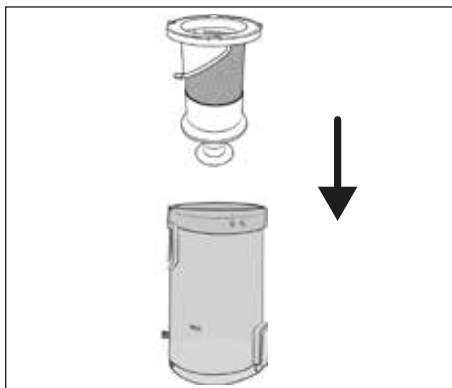

Fig. 23
- 6) Inserte el filtro de acero inoxidable **6** en el depósito de polvo **7** y presiónelo hasta el fondo (consulte la fig. 23). Para ello, observe los encastramientos de diferente tamaño del filtro de acero inoxidable **6**. El filtro de acero inoxidable **6** solo puede insertarse en una posición en el depósito de polvo **7** según estos encastramientos.